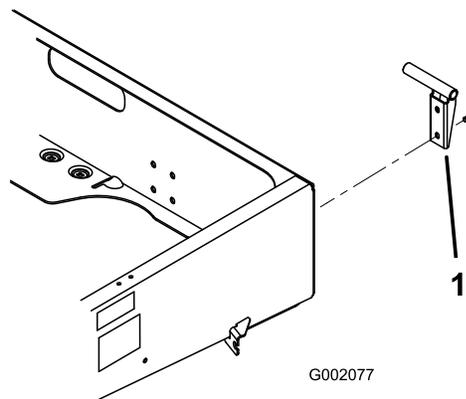

Figura 8
2. Monte el soporte del pivote izquierdo en la esquina izquierda trasera del bastidor con dos tornillos de arandela prensada (3/8 x 1 pulgada). Coloque el soporte según se muestra en Figura 8.